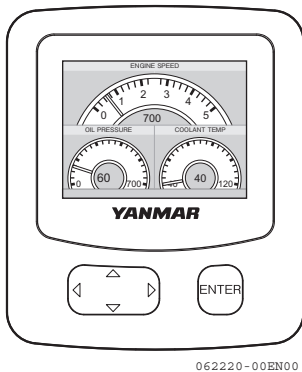

Figure 11
- Lorsque le moteur démarre, l'écran du système de pilotage affiche l'écran avec les conditions du moteur **(Figure 11)**.